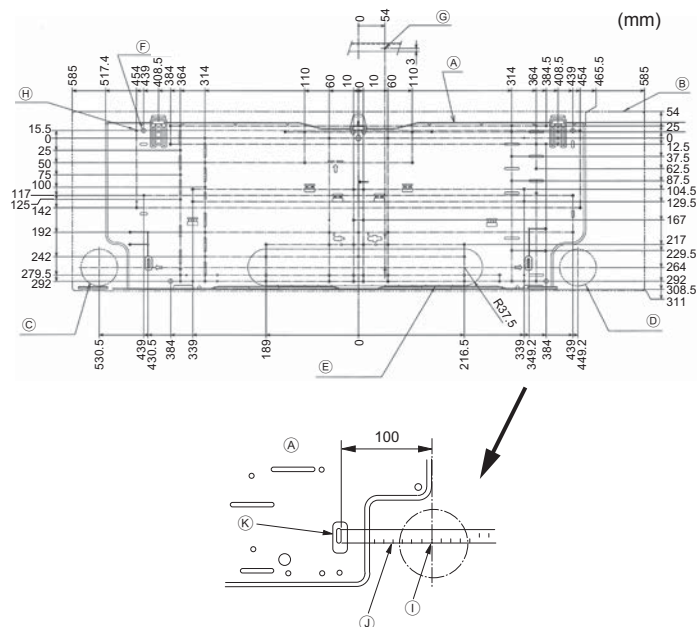

Fig. 3-2
■ PKFY-P·VKM-E (Fig. 3-2)
- Ⓐ Ophangplaat ①